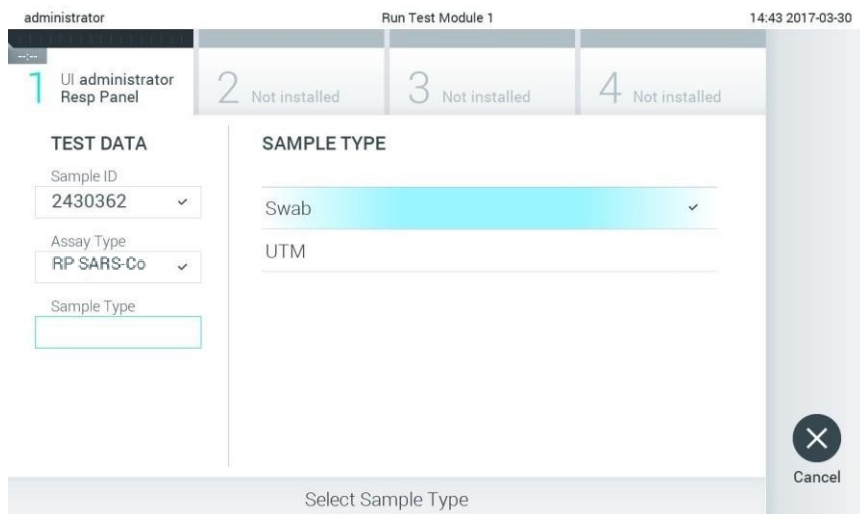

Рис. 13. Выбор типа пробы.
15. Выберите нужный тип пробы в списке (рис. 13).